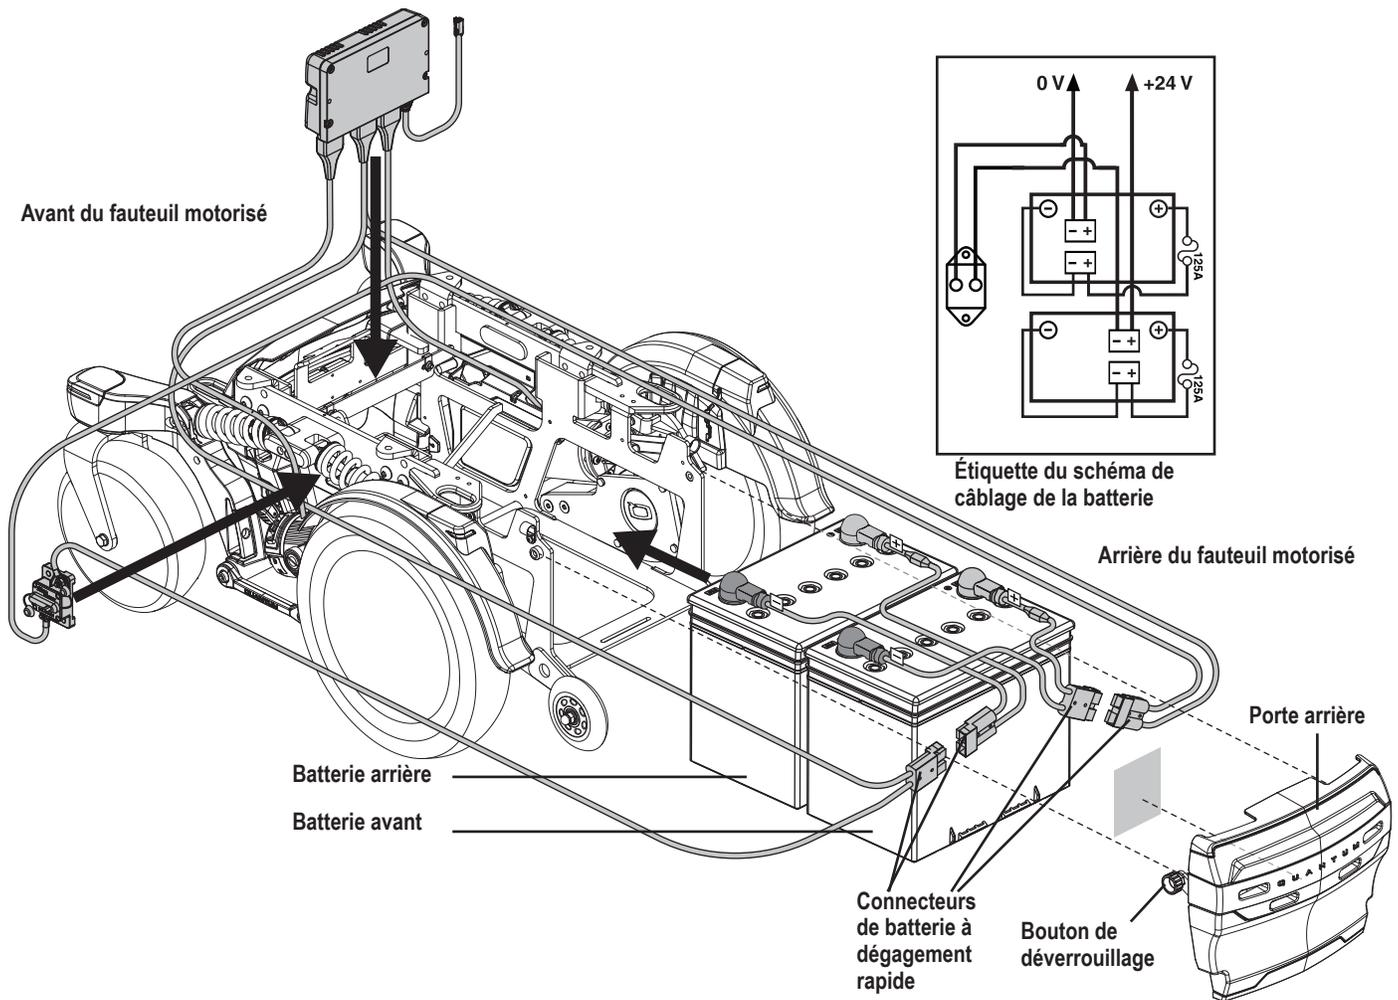

Figure 12. Installation des batteries
3. Retirez la porte arrière en dévissant les deux boutons de déverrouillage (**voir la figure 12**) et en soulevant la porte arrière et en l'éloignant de la base motorisée.
4. Débranchez les connecteurs rapides sur les batteries. **Voir la figure 12.**
7. Installez le fil sur la batterie avant selon le diagramme de branchement. **Voir la figure 12.**
8. Installez le fil sur la batterie arrière selon le diagramme de branchement. **Voir la figure 12.**